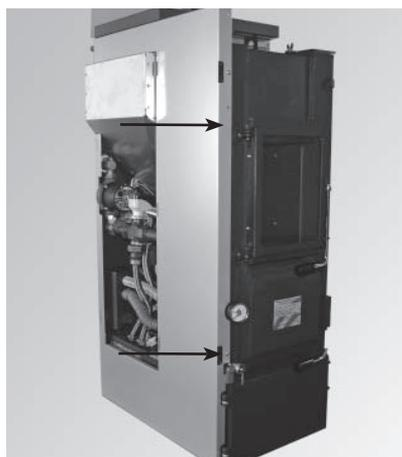

Fig. 26 Fissare la parete laterale
- Fissare alla caldaia con 2 viti le "pareti laterali destre" (parte 6) e avvitarle alla "lamiera di copertura davanti" (parte 3) – fig. 26